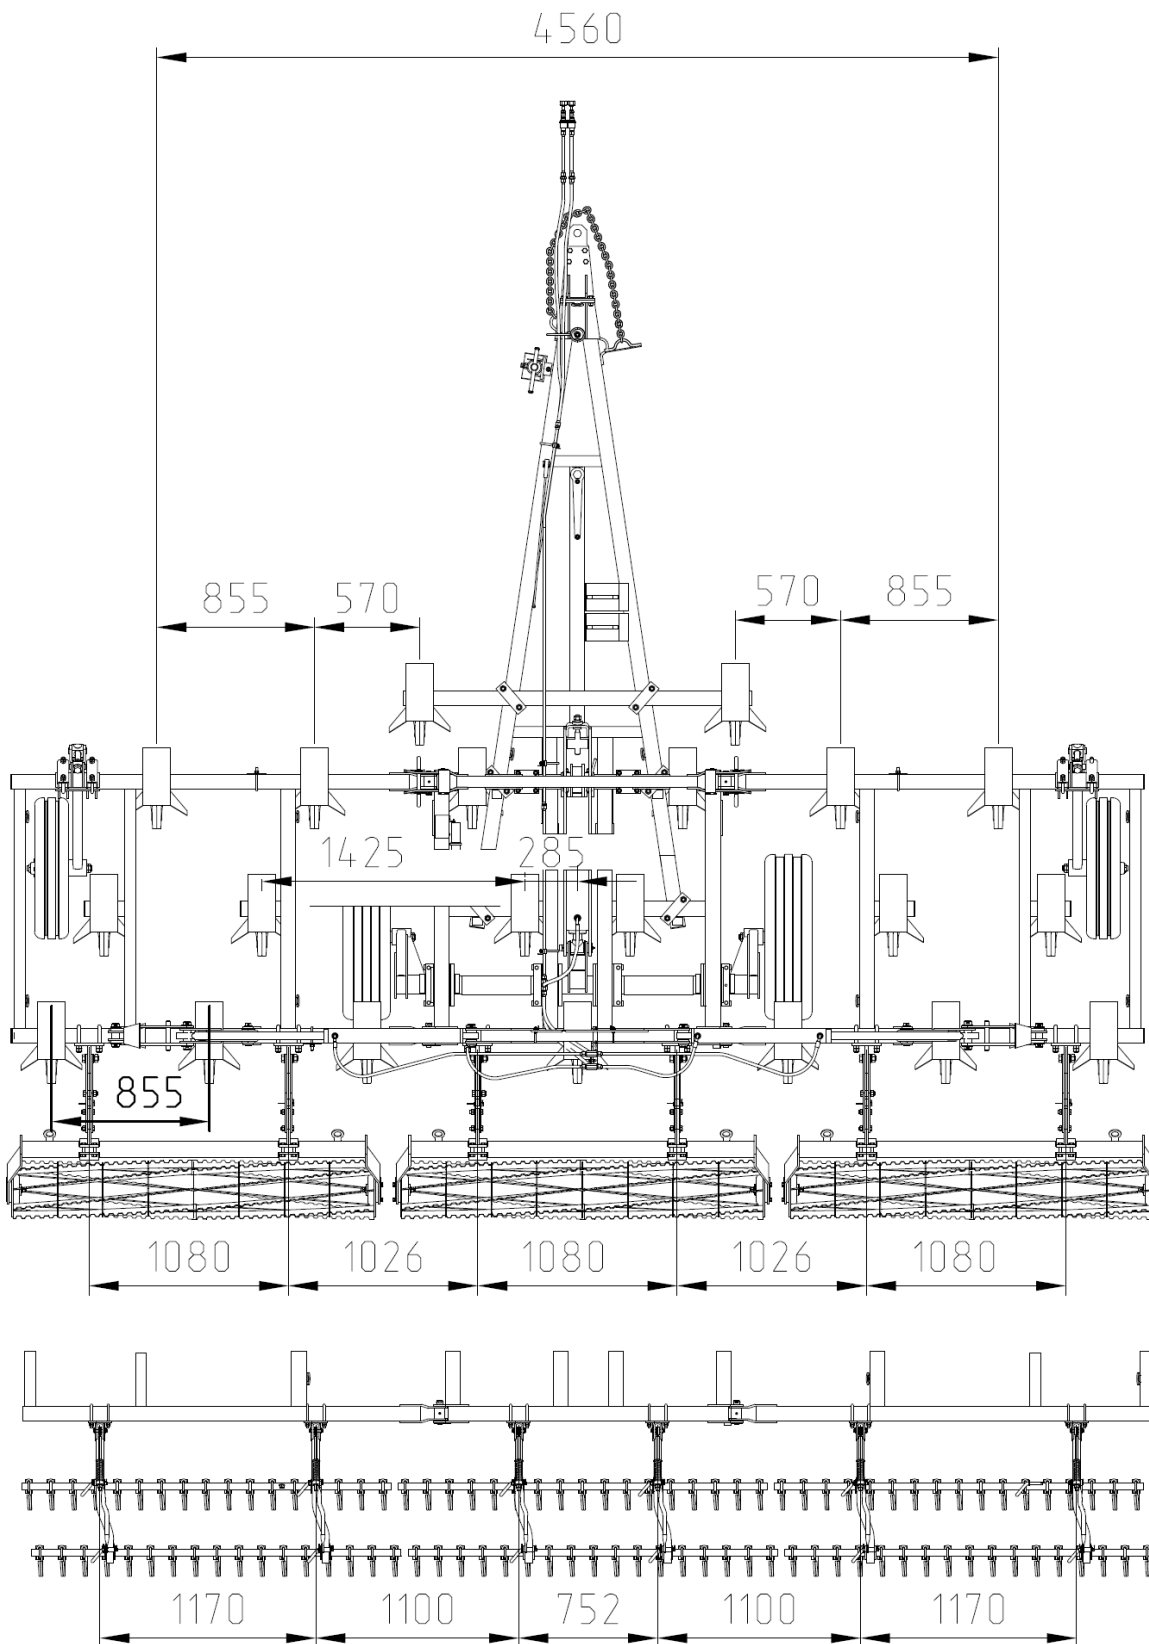

Рис.27 Схема расстановки рабочих органов.
- установите на раме культиватора трубопроводы и рукава высокого давления согласно (Рис.27), соедините между собой и закрепите их планками 23 и скобами 12,25;